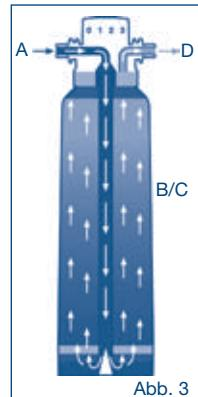

Abb. 3
Das Rohwasser (A) fließt der Filterkerze zu (Abb. 3). Im Bereich (B) werden Partikel über einen Vorfilter entfernt und über Aktivkohle (C) entfernt.